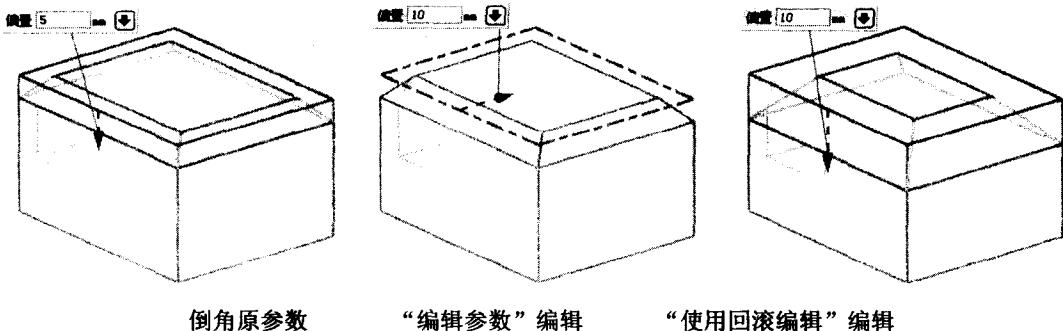

图 1.4 比较“编辑参数”功能和“使用回滚编辑”功能
(4) 使用回滚编辑：新加编辑特征，该功能对于所有特征都是有效的，这不同于以往版本。和“编辑参数”功能不同的是，用“使用回滚编辑”功能能够重新打开特征创建对话框并且使模型回到创建特征时的条件，另外对于一些支持动态预览的特征，“使用回滚编辑”还支持动态预览，如图 1.4 所示。
(5) 凸起特征：新加特征建模特征。
(6) 拉伸：改善了拉伸特征，主要改善有：